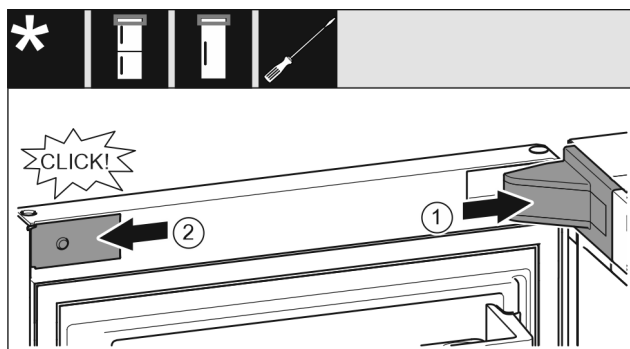

Fig. 26
- Mettre en place le cache du support de palier Fig. 26 (1) et l'enclencher. Au besoin, l'écarter avec précaution.
- Placer le cache Fig. 26 (2) sur le côté et l'enclencher.